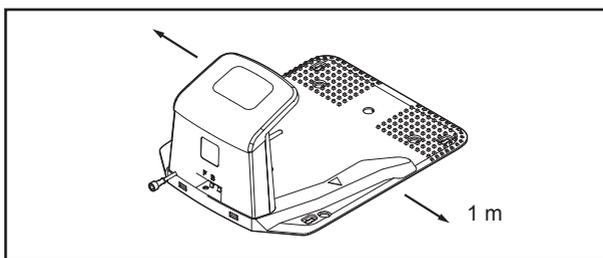

Fig. 14
- Placer la station de charge (12) dans un endroit facilement accessible à la source d'énergie, à l'abri de la lumière directe du soleil et des conditions météorologiques extrêmes.
- Placer la station de charge (12) le long d'un mur ou d'une clôture, en veillant à ce qu'elle n'obstrue pas les passages ou les entrées. Laisser un espace libre d'au moins 1 mètre du côté intérieur de la station de charge (12) (Fig. 14).